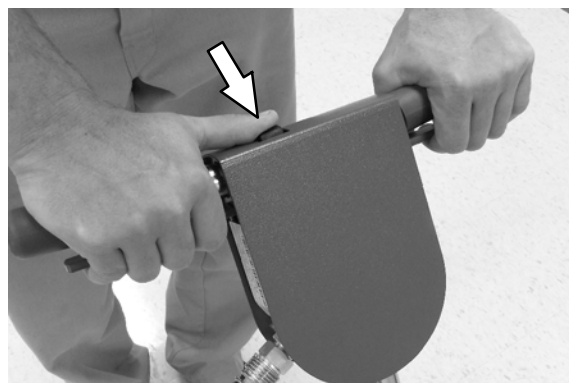

FIG. 9
2. Pour démarrer la machine, saisissez les poignées de commande, poussez l'interrupteur du verrou de la gâchette vers l'avant et tirez sur la gâchette de démarrage gauche ou droite (Figure 9). Relâchez l'interrupteur du verrou de la gâchette une fois que la machine démarre.